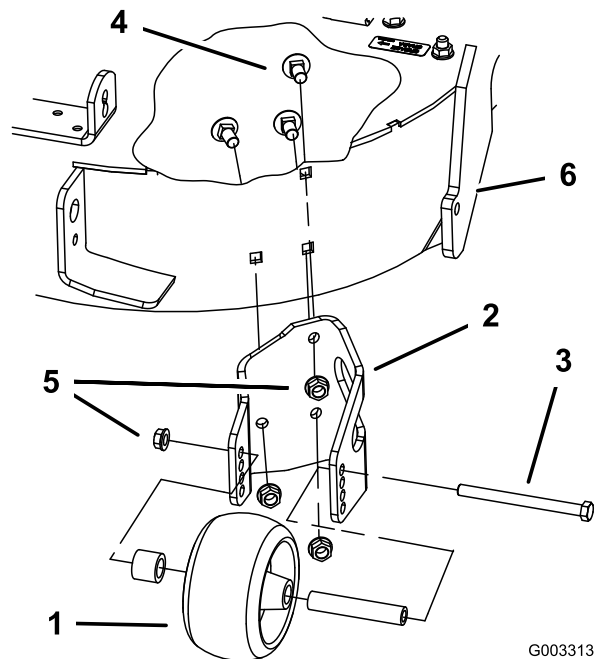

Figure 12
2. Déposez le galet anti-scalp du support en desserrant et retirant l'écrou à embase (3/8 po) et un boulon d'axe (3/8 x 4 1/2 po), comme montré à la Figure 12.
3. Retirez les 3 boulons de carrosserie (3/8 x 3/4 po) et les 3 écrous à embase (3/8 po) qui fixent le support au tablier de coupe (Figure 12).